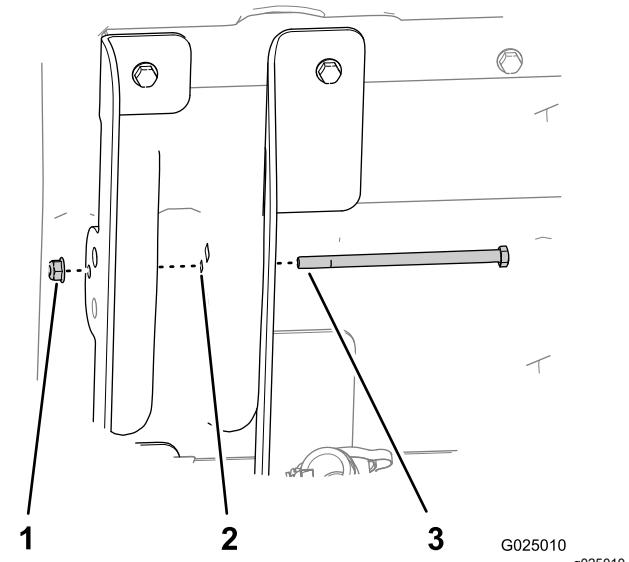

図 7
7. 図 7に示すように、六角ヘッドボルト5/16 x 5-1/2"を、8 mm の穴内側昇降ブラケット長いフランジ、荷台、外側昇降ブラケット短いフランジに通す。
8. フランジナット5/16"でボルトを仮締めする図 7。
10. ボルト $5/16$ " を固定しているフランジナットを軽く締める図 7。